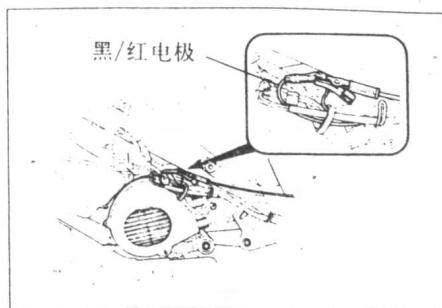

图 1-17
(4) 在磁电机引出电线连接处接个电动转速计，见图 1-17。
(5) 调整节气阀止动螺丝使怠速达到如下值： $1700 \pm 150 \text{r/min}$ 。
(6) 再次调整节气阀钢索游隙。